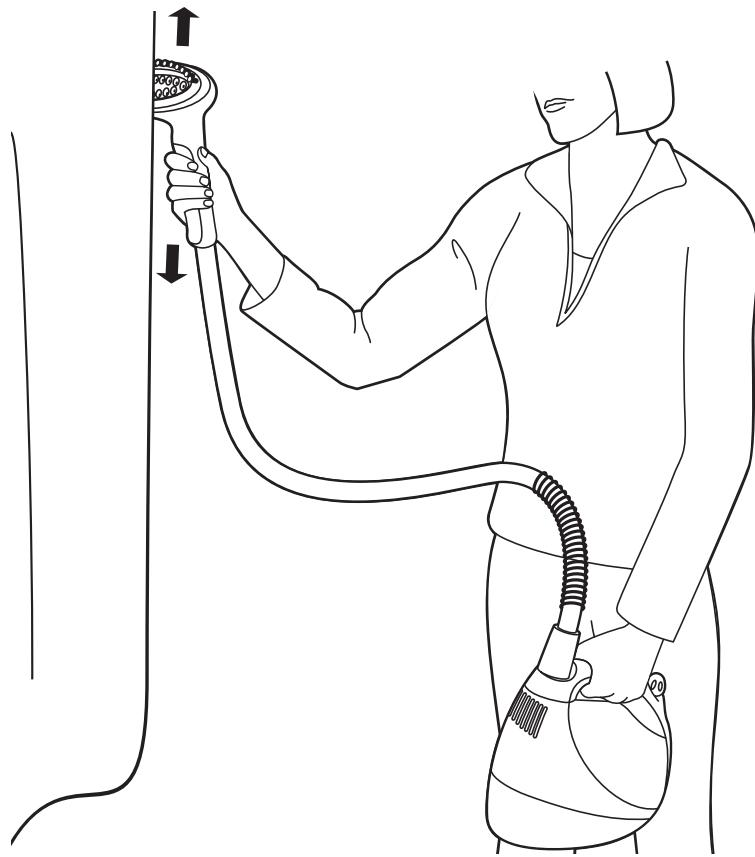

fig. 12
- 4** Sostenga la unidad de vapor a la altura de la cintura con una mano o colóquela sobre una mesa. (fig. 12)